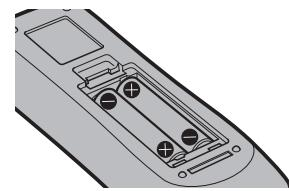

Abb. 2
- 2) **Legen Sie die Batterien ein und schließen Sie den Deckel (legen Sie zuerst die  $\ominus$ -Seite ein). (Abb. 2)**